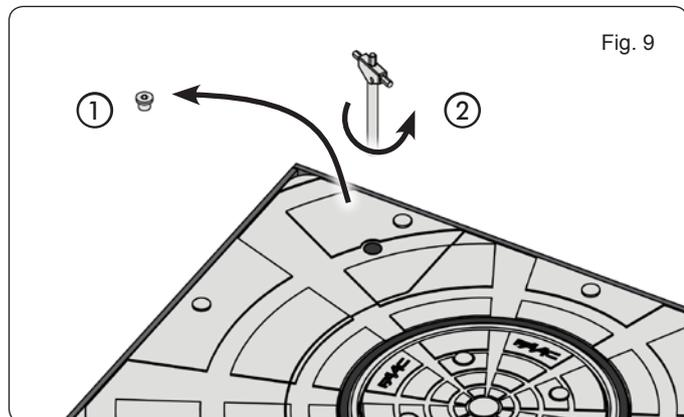

Fig. 9
1. Svitare la vite di chiusura posta sulla testata del dissuasore (fig. 9 rif. ①).
3. Ruotare in senso antiorario per far abbassare il dissuasore (fig. 9 rif. ②).